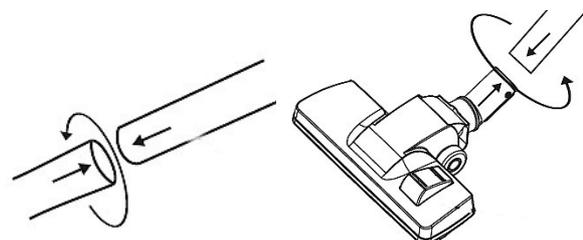

Abb. 8: Montage der Bodendüse
Schritt 6: Verbinden Sie das Saugrohr mit der Verlängerung bzw. der Bodendüse (Abb.8) oder einem anderen gewünschten Werkzeug. Drehen Sie das Saugrohr dabei um eine feste Verbindung herzustellen.